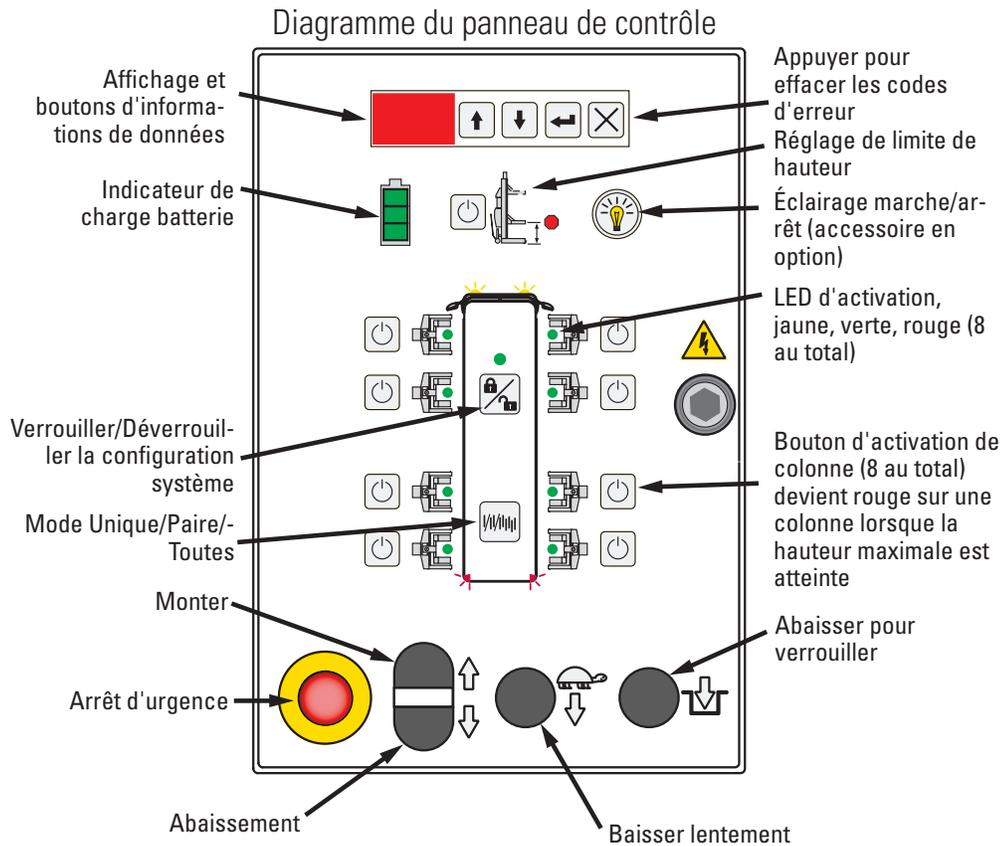

Fig. 7
6. Affectation de l'emplacement dans un groupe : À l'aide du panneau de commande, Fig. 7, et du diagramme de bus comme référence, Fig. 8, appuyez sur le bouton Activer